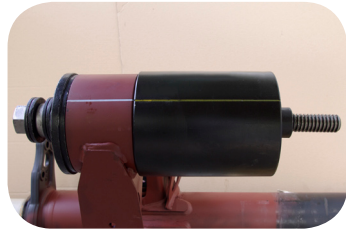

Abb. 14 · Korrekter Sitz der Einziehhülse
7. Bestückte Einziehhülse (5) mit dem Führungssteg zum Funktionslenkerauge (6) zeigend auf die Gewindestange (1) bis zum Funktionslenkerauge schieben. Dabei darauf achten, dass die zuvor auf dem Funktionslenker angebrachte Markierung und die Markierung der Einziehhülse in einer Linie liegen (Abb. 14).